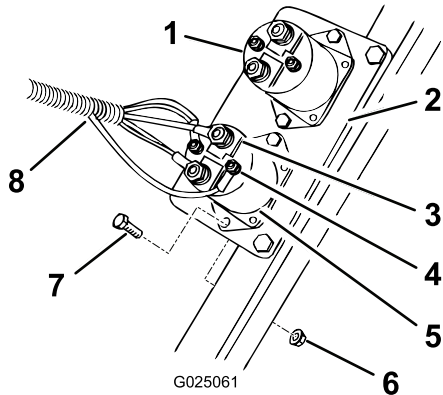

Figura 7
2. Installate il solenoide sul portavalvole utilizzando 2 bulloni (n. 10 x 3/4 poll.) e due dadi (n. 10) come mostrato in Figura 7.